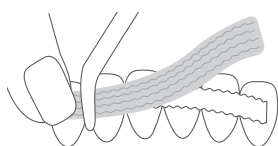

Рисунок 1
- 1) Начиная с одного края, плотно прижмите шину к поверхности зуба (как на Рис. 1) и проведите глубоко в межзубные контакты, используя подходящий тонкий инструмент (см. Рис. 3 и 4).